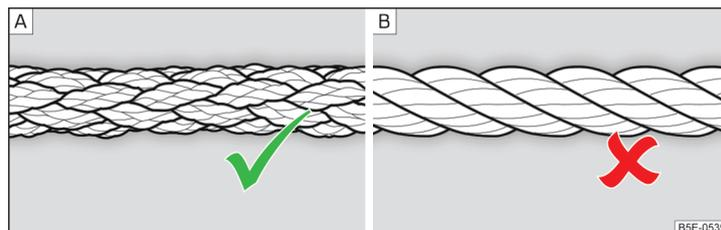

Fig. 156 Câble de remorquage tressé / Câble de remorquage torsé
Pour le remorquage avec un câble, utilisez uniquement un câble en fibres synthétiques tressées » fig. 156 - **A** » .
- Lors du remorquage, ne pas utiliser de câble de remorquage entortillé » **fig. 156** - **B**, l'œillet de remorquage pourrait se dévisser du véhicule - risque d'accident.